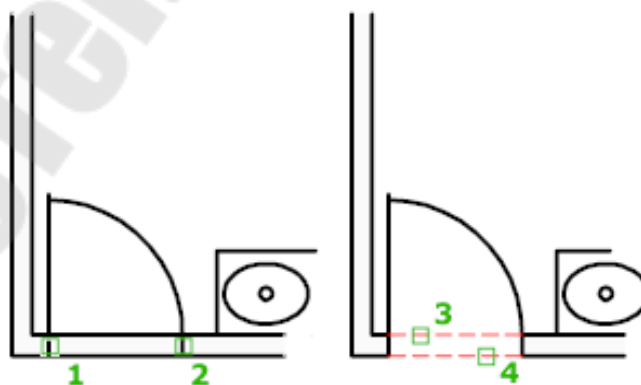

Рис. 2.111. Обрезка контура стены
В примере на рис. 2.111 выполняется вычерчивание дверного проема в стене путем ее обрезки вдоль контура. Для обрезки выбраны режущие кромки (1) и (2) с помощью прицела и указаны участки стены (3) и (4), предназначенные для обрезки.